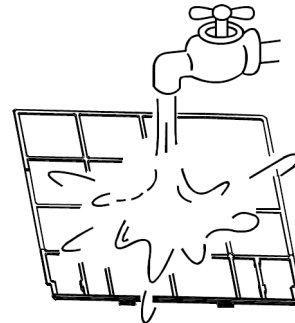

Abb. 6-3
- Während der Reinigung mit Wasser soll die Lufteingangsseite nach unten zeigen. (Siehe Abb. 6-3.)